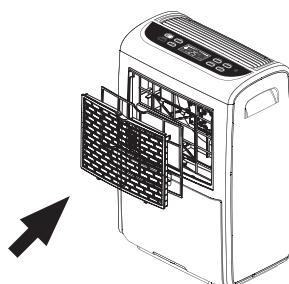

рис. 10
4. Установите сетчатый фильтр и решетку забор воздуха (рис. 10).